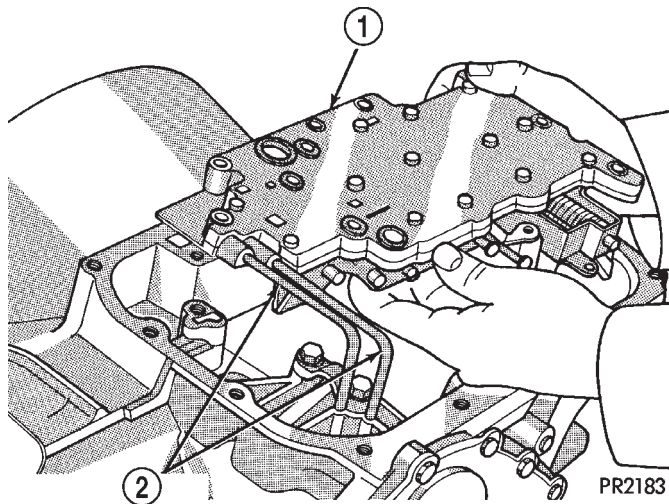

Fig. 75 Cuerpo de válvulas y tubos del regulador
(36) Instale el conjunto del cuerpo de válvulas (Fig. 75). Asegúrese de que los tubos del regulador están acoplados correctamente en el cárter del transeje y el cuerpo de válvulas.